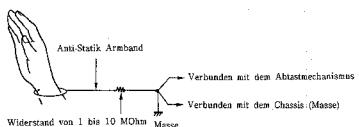

Abb. 13
### (2) Behandlung der mechanischen Baugruppe (Abb. 13)
Wenn Sie den Abstasteinrichtung oder die Mechanik in die Hand nehmen, sollten Sie ein Anti-Static Armband, wie in Abbildung 13 gezeigt, tragen. (Sie können sich ein Anti-Static Armband aus gewöhnlichem Leitungsdraht anfertigen.)